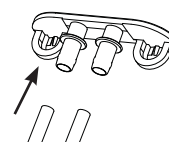

Figure 10
13. Remove the plugs and allow the water to completely drain. See figure 10.
14. Retirez les bouchons et laissez l'eau s'écouler complètement. Voir figure 10.